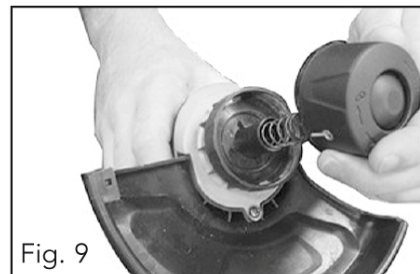

Fig. 9
2. Obróć podkaszarkę spodem do góry i zamontuj sprężynę w korpusie szpuli. Umieść szpulę i jej pokrywę z powrotem w korpusie. Przekręć szpulę zgodnie z ruchem wskazówek zegara, aby ją zablokować (rys. 9).